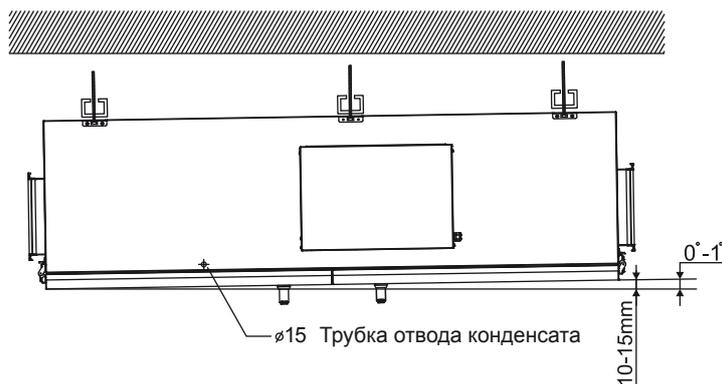

Рис. 1
Монтажные работы должны выполняться только квалифицированными специалистами с соблюдением правил безопасности. вентагрегат устанавливается сервисной дверцей вниз (см. рис. 1). Крепление вентагрегата производить только к строительным конструкциям. Монтаж необходимо произвести так, чтобы вес системы воздухопроводов и всех ее компонентов не передавался на вентустановку.
При монтаже вентагрегат необходимо устанавливать с наклоном  $1^\circ$  по отношению к дренажному отверстию (рис.1).
вентагрегат (1) должен иметь уклон в сторону патрубка отвода конденсата (2) (см. рис. 1).